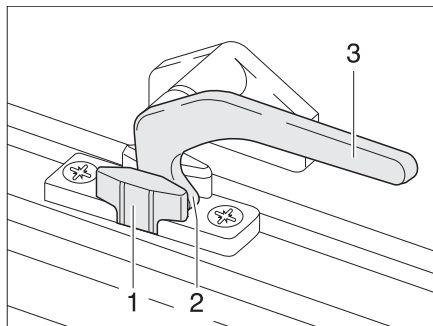

Fig. 37 Leva di serraggio in posizione "Aerazione continua"
- In posizione di "Aerazione continua" (Fig. 37)
- Ruotare la leva di serraggio (Fig. 37,3) di un quarto di giro verso il centro della finestra.
- Girare nuovamente all'indietro la leva di serraggio. Riportare contemporaneamente il nasello di chiusura (Fig. 37,2) nella rientranza della chiusura della finestra (Fig. 37,1).